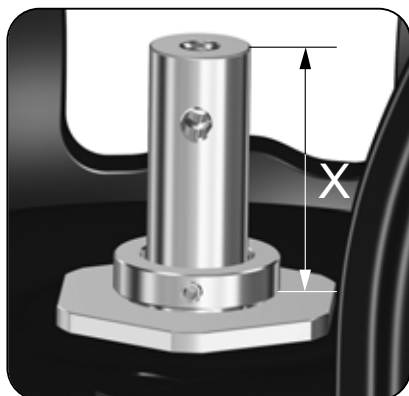

Рис. 7 Измерение значения высоты X
15. Установите торцевое уплотнение (105) на вал (51) и загоните в посадочное место вплотную к крышке головной части (2).
17. Убедитесь, что значение высоты X составляет 71 ± 2 мм. См. рис. 7.